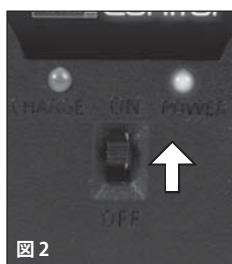

図2
3. コントローラのスイッチを入れます。パワーLEDが赤に光ります(図2)。